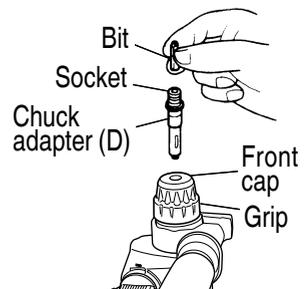

Fig. 21
- DH36DPA (Fig. 21)
5. When driving wood screws (Fig. 21)